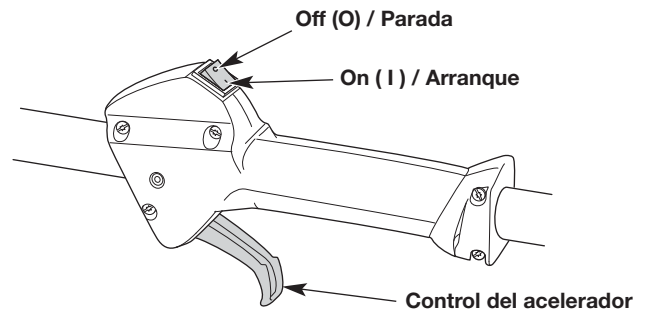
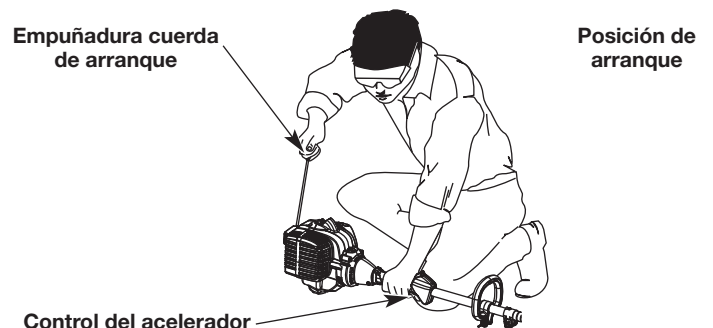

Fig. 7
Fig. 10
**ADVERTENCIA:** Se debe evitar arrancar accidentalmente la unidad. A fin de evitar que se produzcan lesiones graves, el operador y la unidad deben estar en una posición estable cuando se jala la cuerda de arranque (Fig. 10).
**NOTA:** No es necesario encender la unidad. El interruptor de encendido/apagado está en la posición ON (1) (encendido) en todo momento (Fig. 7).
5. Agacharse en la posición de arranque (Fig. 10).
6. Apriete el control del acelerador (Fig. 7) y tire de la cuerda de arranque con un movimiento controlado y firme **5 veces** (Fig. 10).
2. Oprima y mantenga apretado el interruptor de encendido/apagado en la posición OFF (O) (apagado) hasta que el motor se pare por completo (Fig. 7).